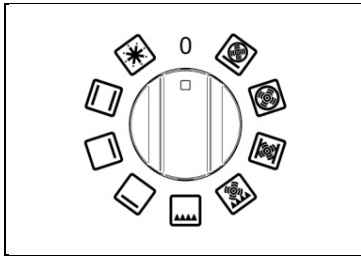
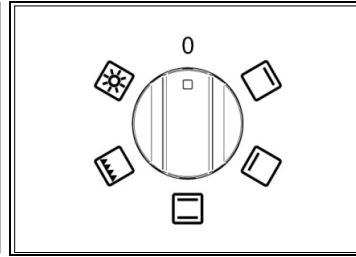

Fig 27A
Fig 28A
**1** Ruotare la manopola funzioni (**Fig.27A-27B** and **Fig.28A-28B**) in senso orario per selezionare la funzione che si desidera utilizzare.